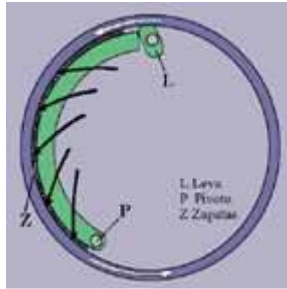

Fig. 2
**Funcionamiento (fig. 2 y 3).**
El tambor es frenado por la acción de dos zapatas, aunque para más claridad, en la explicación, se haya dibujado sólo una en la **fig. 2**.